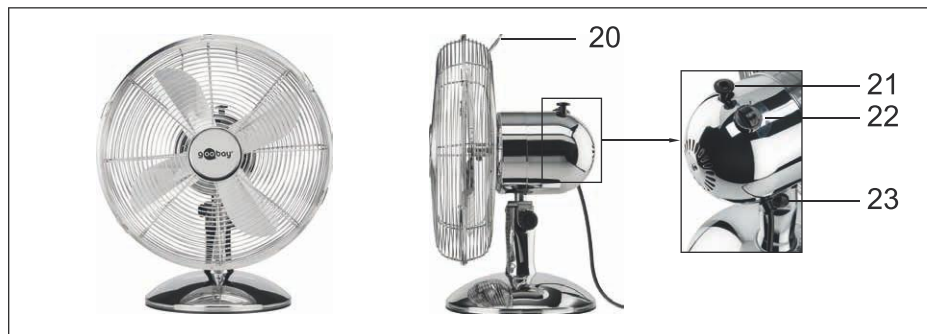

Fig. 140: Окончательно смонтированный настольный вентилятор
1. Берите вентилятор за рукоятку (рис. 140, № 20) и ставьте его на непыльную, устойчивую горизонтальную поверхность.
4. Ослабьте винт регулировки угла наклона (рис. 140, № 23).
Сила обдува настраивается с помощью трехступенчатого поворотного переключателя (рис. 140, № 22):